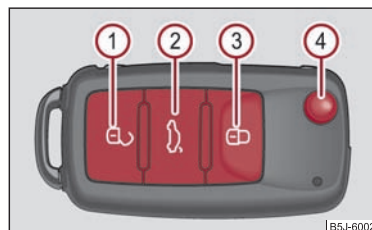

Fig. 30 Cheia cu telecomandă
- Apăsați tasta ① ⇒ fig. 30 cca. 1 sec.
- Apăsați tasta ② cca. 1 sec. ⇒ fig. 30.